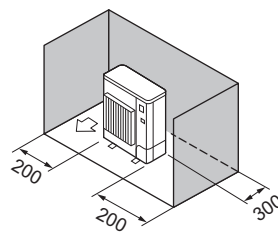

Fig. 2-9
- (3) Obstacles uniquement à l'arrière et sur les côtés (Fig. 2-9)